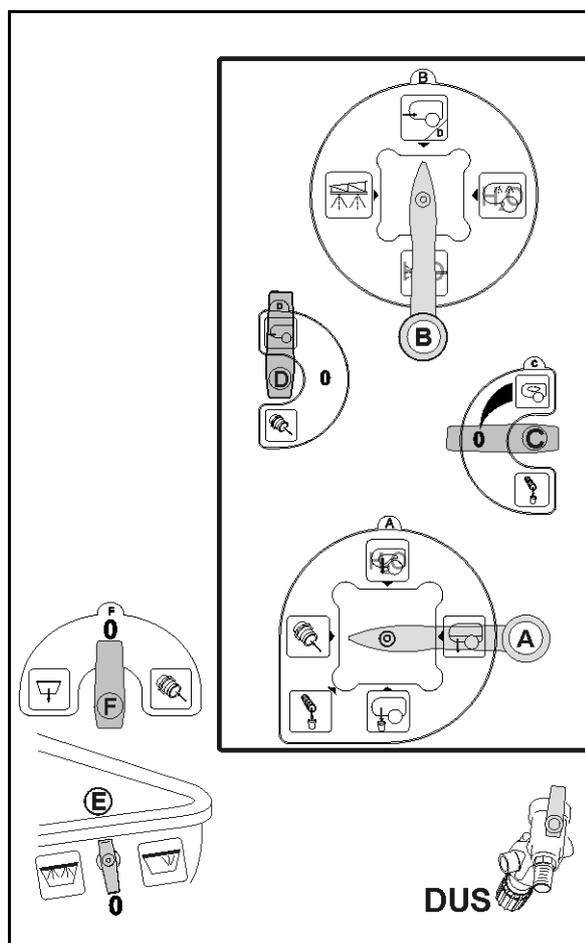

Рис. 152
2. Извлеките напорный фильтр (Рис. 152/1) и очистите его водой.